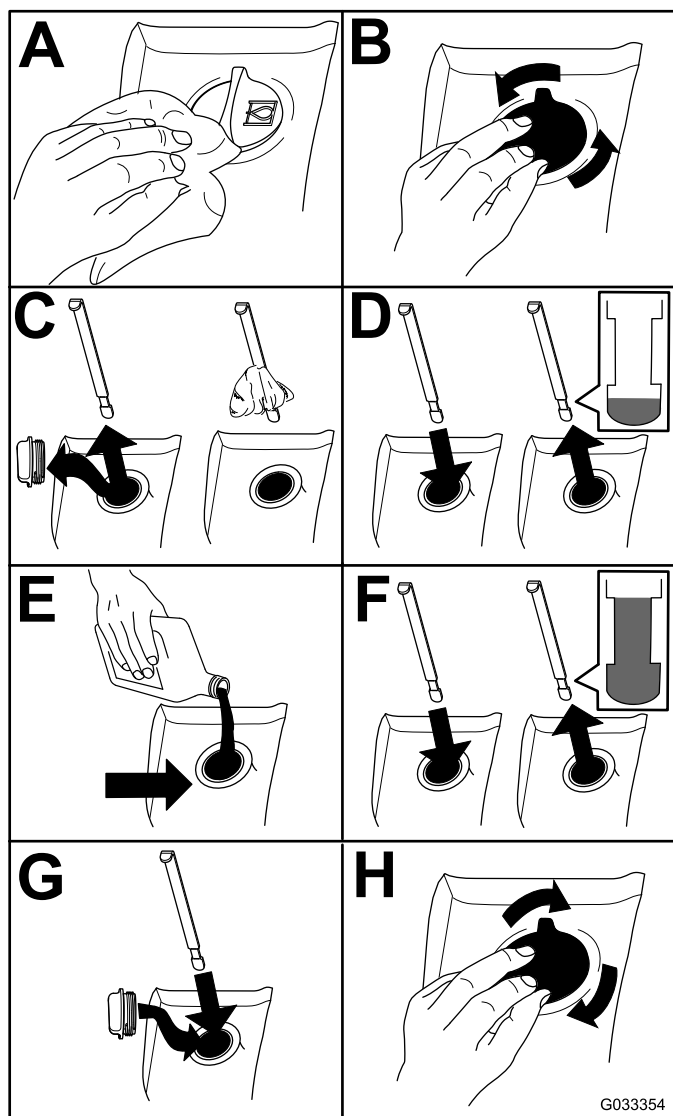

Figura 72
2. Verifique o nível de fluido hidráulico (Figura 72).